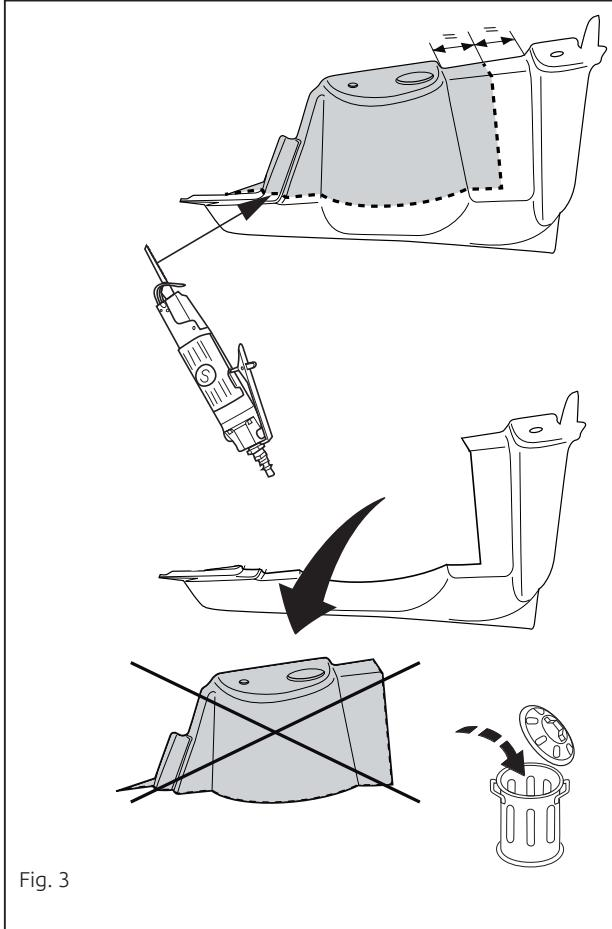

Fig. 3
10. Выпилить обозначенные части, как указано на рис. 3 и 4.